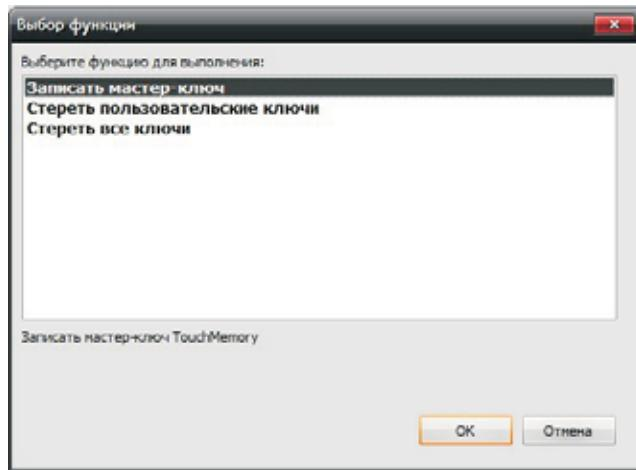

Рисунок 3
3.2.7 При отсутствии прописанных пользовательских ключей iButton необходимо предварительно назначить мастер-ключ. Для прописывания мастер-ключа следует в программе Администратор Fire Sec в меню «Устройство» выбрать пункт «Другие функции...» (см.рисунок 3).